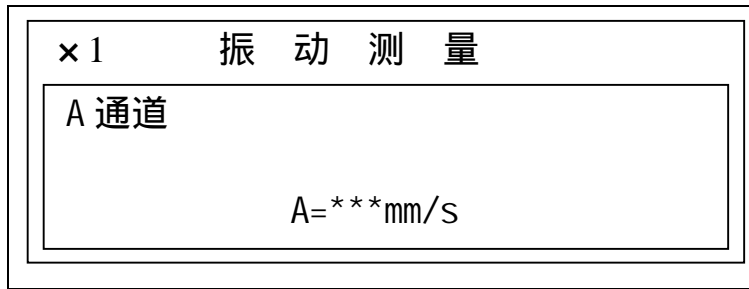

图4-4
显示如图4-4。
- “ x1 ” 及 “ mm/s ” 的意义及操作方法与图4-4相同。